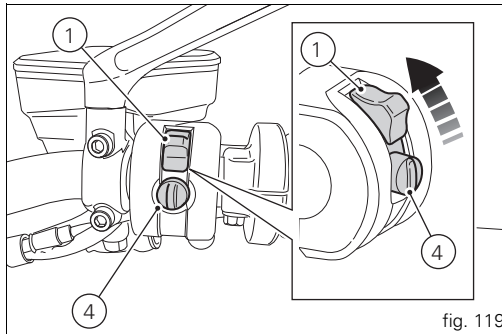

fig. 119
Déplacer le contacteur rouge (1) vers le haut pour laisser découvert le bouton noir (4, fig. 119).
Le moteur s'arrête lorsque le bouton rouge (1, fig. 119) du guidon est placé sur RUN OFF.